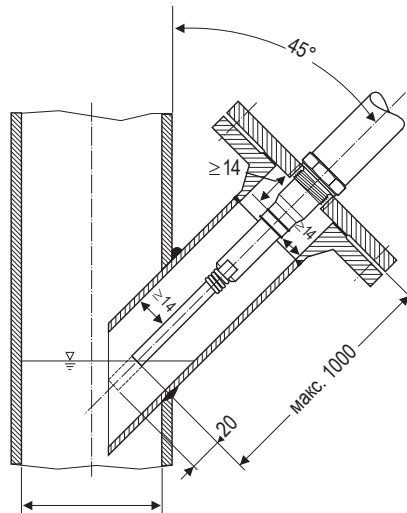

Рис. 14 Наклонный монтаж, например, в стояки подающих магистралей водогрейных установок или резервуаров
- Угол наклона электрода не должен превышать 45°, длина электродного стержня ограничена при этом 1000 мм. **Рис. 14**